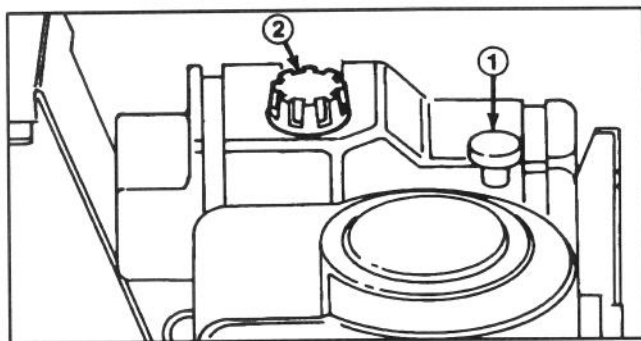

Figure 10
2. Dévisser et retirer la jauge du tube de remplissage (Fig. 10).
1. Nettoyer la surface autour du bouchon du réservoir, afin d'éviter que tout corps étranger ne tombe dans le réservoir lorsque le bouchon est enlevé (Fig. 10).